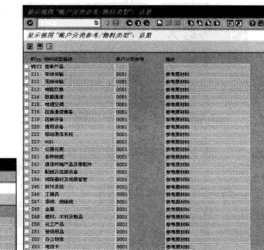

图 7-80 “显示视图‘账户分类参考/物料类型’：总览”界面
STEP 4 单击“物料类型/账户分类参考”按钮，进入“显示视图‘账户分类参考/物料类型’：总览”界面，如图 7-80 所示。在此界面中，可以将刚才在第 2 步中创建的账户分类分配给物料类型。